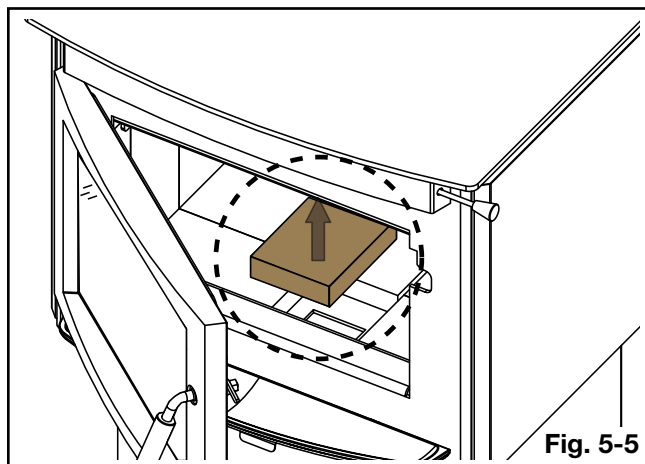

Fig. 5-5
4. Retirez la brique petite et légère qui couvre l'ouverture de cendres et la mettez de côté pour usage ultérieur (**Fig. 5-5**).